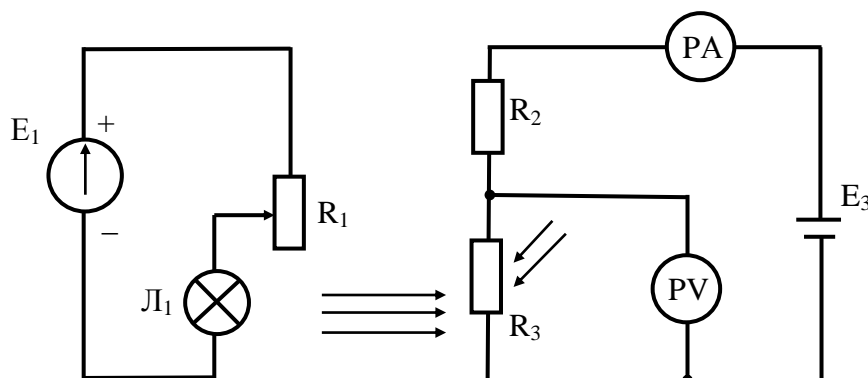

Рисунок 9.5 – Схема электрическая принципиальная для снятия вольтамперной характеристики фоторезистора
11. Рисунок 9.5 – Схема электрическая принципиальная для снятия вольт-амперной характеристики фоторезистора.